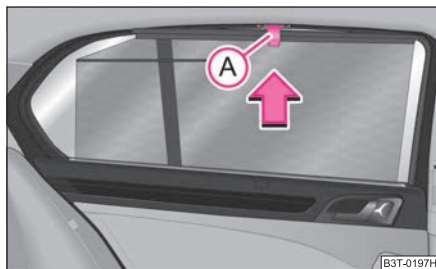

Fig. 57 Puerta posterior: cortinilla antisolar enrollable
- Extraer la cortinilla antisolar enrollable por el tirador (A) ⇒ fig. 57 y colgarla en el soporte del borde superior de la puerta.